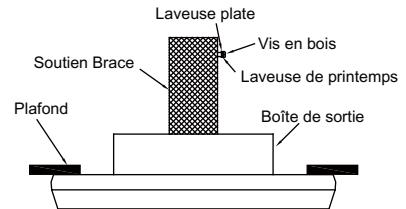

Fig. 13
Étape 1. Conduisez une vis en bois et des rondelles sur le côté de l'accolade qui tient la boîte de sortie. Laisser 3 mm (1/8 po) d'espace entre l'accolade de soutien et la rondelle. (Fig. 13)